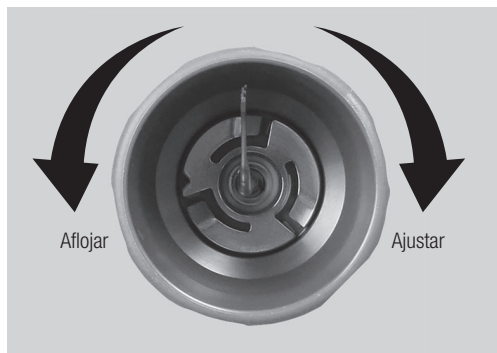

Fig. 17
- *Para retirar la punta, rote la llave en sentido antihorario tal y como muestran las Fig. 17 y 18.